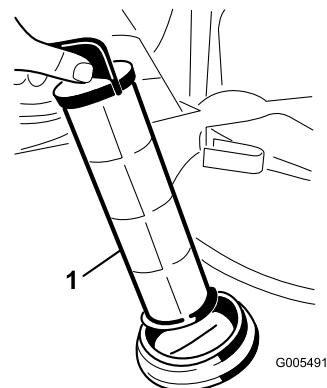

Figura 64
- Retire o filtro de rede da sucção do orifício (Figura 64).